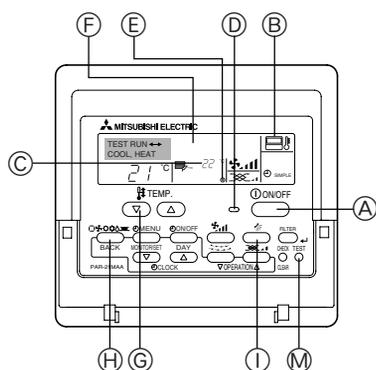

Fig. 7-1
7.2.1. Med ledningsforbundet fjernbetjening (Fig. 7-1)
- ① Tænd for enheden mindst 12 timer for testkørslen.
- ② Tryk på [TEST]-knappen to gange. ⇒ "TEST RUN"-display
- ③ Tryk på [Mode selection] (Driftsvalg)-knappen ⇒ Kontroller, at luften blæses ud.
- ④ Tryk på [Mode selection] (Driftsvalg)-knappen, og skift til COOL (afkøling) (eller opvarmning). ⇒ Kontroller, at kold (eller varm) luft blæses ud.
- ⑤ Tryk på [Fan speed] (Lufthastighed)-knappen. ⇒ Kontroller, at lufthastigheden er ændret.
- ⑥ Kontroller den udendørs enheds ventilators funktion.
- ⑦ Afbryd testkørslen ved at trykke på [ON/OFF]-knappen. ⇒ Stop
- ⑧ Registrer et telefonnummer.